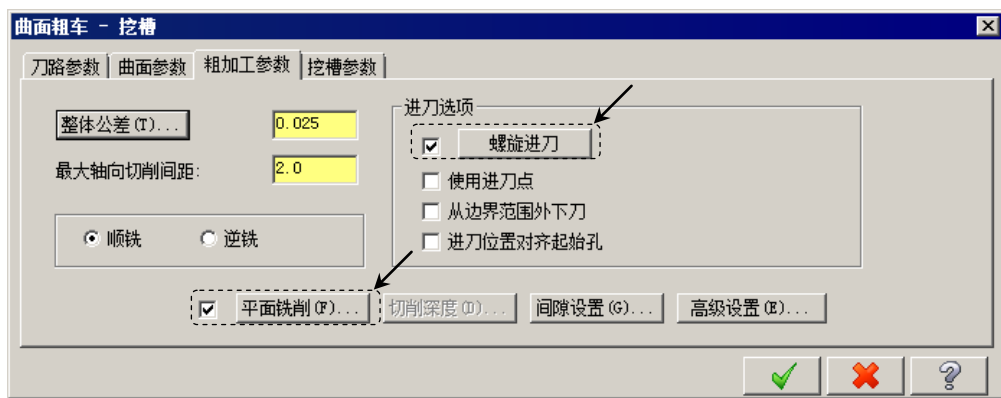

图 10.1.28 “粗加工参数”选项卡
Step5. 设置粗加工参数。在“曲面粗车-挖槽”对话框中单击**粗加工参数**选项卡，设置图 10.1.28 所示的参数。